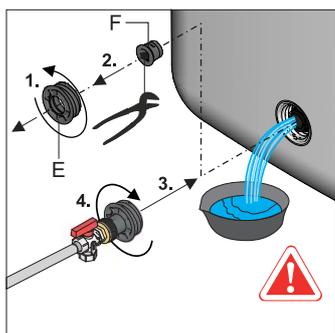

Fig. 6-5 Étapes de travail 4 + 5
5. Dévisser la pièce filetée (fig. 6-5, pos. E) sur le raccord de remplissage et de vidange et ôter le bouchon de fermeture (fig. 6-5, pos. F) et revisser immédiatement la pièce de raccordement du tuyau préassemblée (fig. 6-5, pos. C) dans le raccord de remplissage et de vidange.